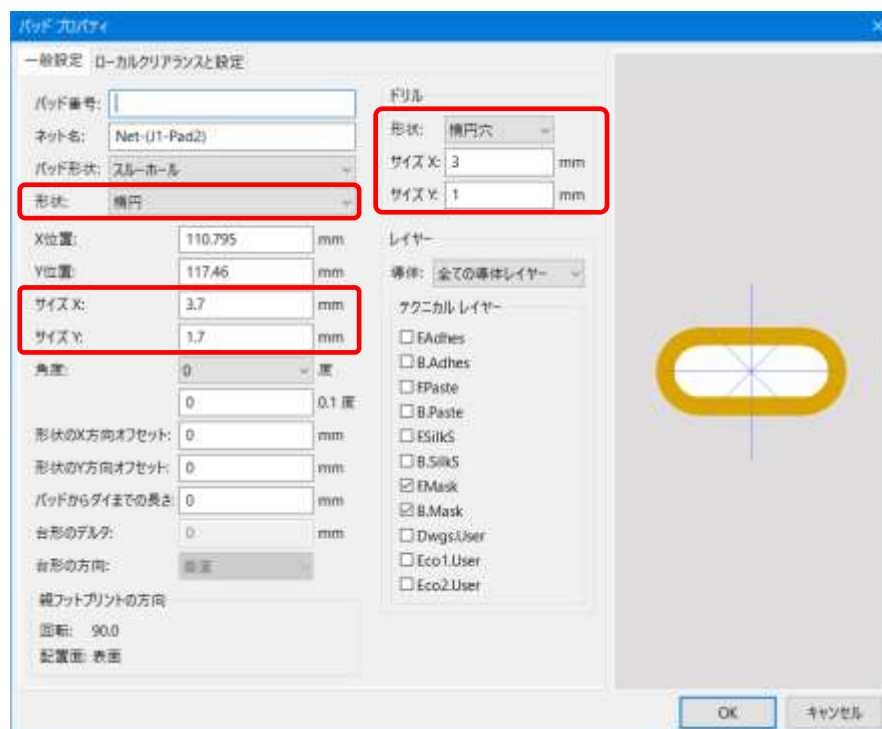

図 T9-1
- (1) パッド/穴にマウスポインタを合わせてショートカット E を入力
- (2) 「パッドプロパティ」ダイアログが開く 図 T9-1
- (3) パッドの形状を「楕円」、サイズ X,Y に長穴パッドの値を入力
- (4) ドリルの形状を「楕円穴」、サイズ X,Y に長穴の値を入力